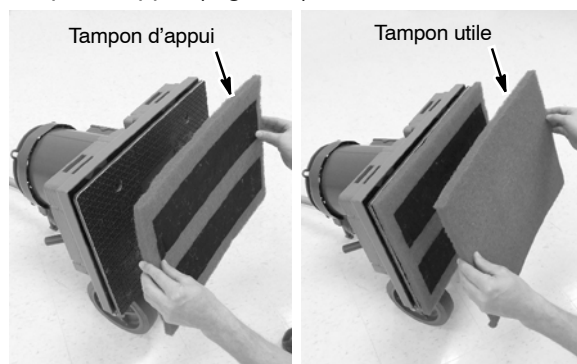

FIG. 2
2. Posez le tampon d'appui sur la tête de récurage avec les bandes de fixation faisant face vers l'extérieur. Posez ensuite le tampon utile sur le tampon d'appui (Figure 2).